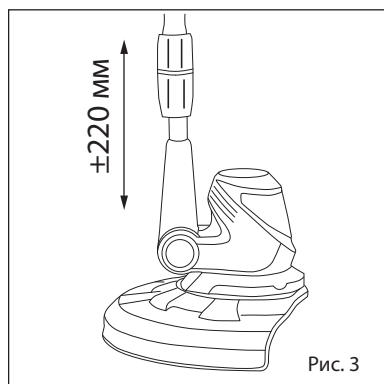

Рис. 3
Отрегулировать высоту триммера, ослабив фиксатор (2) (рисунок 1), установить необходимый уровень, зафиксировать штангу (рисунок 3).